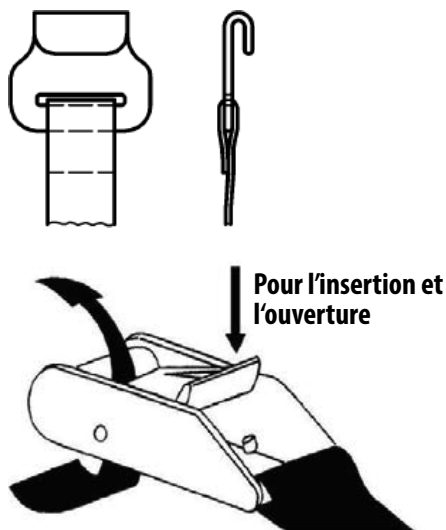

Fig. 1 : D2
4. Lors de l'utilisation, les crochets plats (voir D2 dans la Fig. 1) doivent reposer dans la base sur toute la largeur.
- a) de 40°C à + 80 °C pour le polypropylène (PP) ;